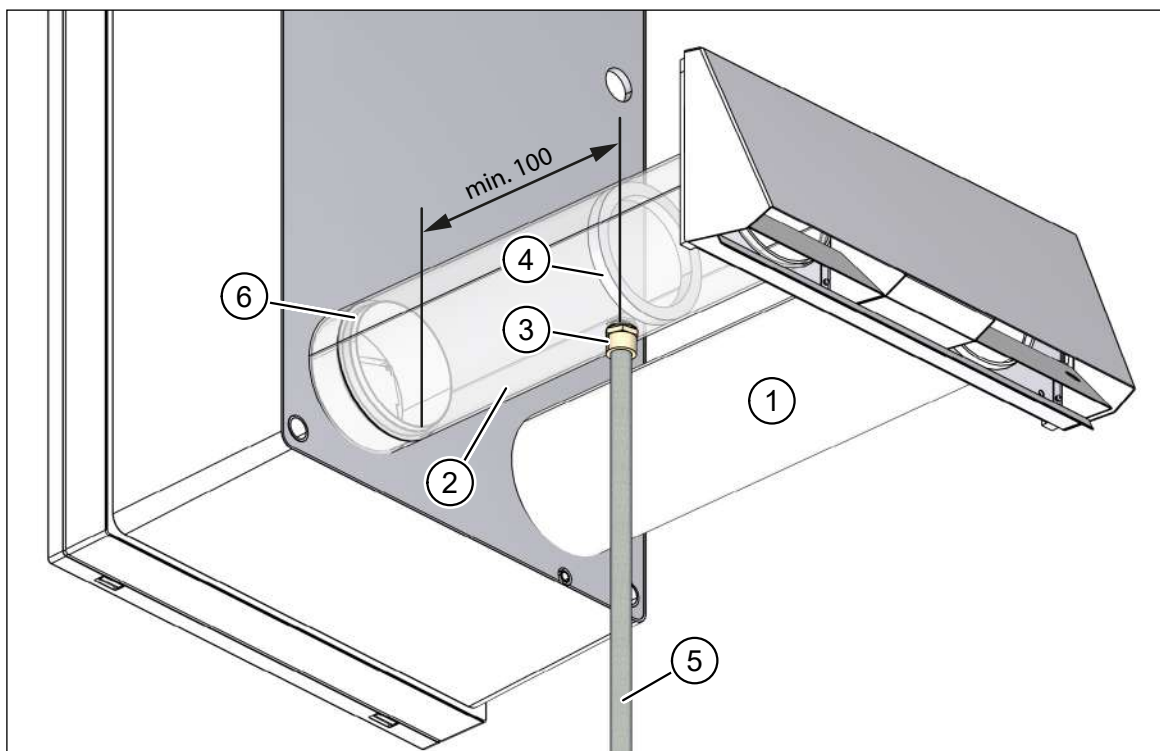

Fig. 34: Scarico della condensa sul tubo dell'aria espulsa, misura in millimetri
- Tubo dell'aria esterna, DN 100, 0,5 m (pos. 1 nella Fig. 34)
- Tubo dell'aria espulsa, DN 100, 0,5 m (pos. 2 nella Fig. 34), con filettatura esterna da 1/2" (pos. 3 nella Fig. 34) e barriera (pos. 4 nella Fig. 34) per trattenere la condensa.
- Nelle regioni fredde, proteggere dal gelo il tubo di scarico della condensa (pos. 5 nella Fig. 34), ad es. posandolo dietro l'isolamento della facciata.
- Rispettare la distanza minima di 100 mm fra tubo di scarico della condensa (pos. 5 nella Fig. 34) e bocchettone dell'aria espulsa (pos. 6 nella Fig. 34).